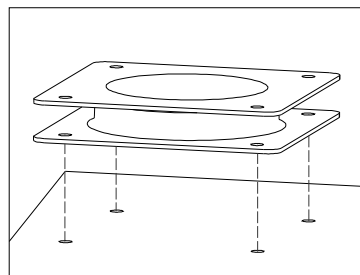

图 4
- 1) 从包装内取出车载抗震器，用抗震器的底盘为样板，在需要安装的支架上钻出四个安装孔（如图 4 所示）；